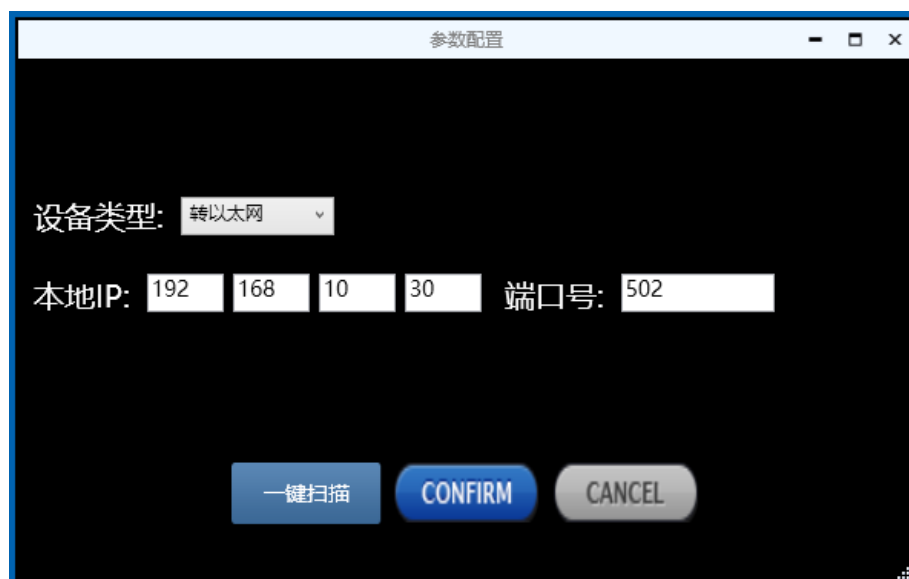

图4.2配置软件初始界面
2. 打开“CT01BNEW.exe”软件,输入RJ268CAN 模块的IP 地址，点击“ Connect”进行连接。如下图4.2 所示。